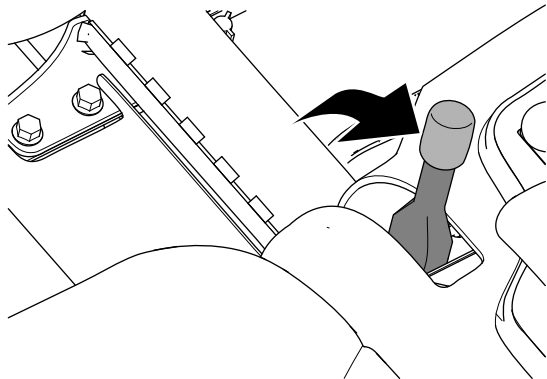

Bild 30
2. Aktivieren Sie die Feststellbremse (Bild 30).